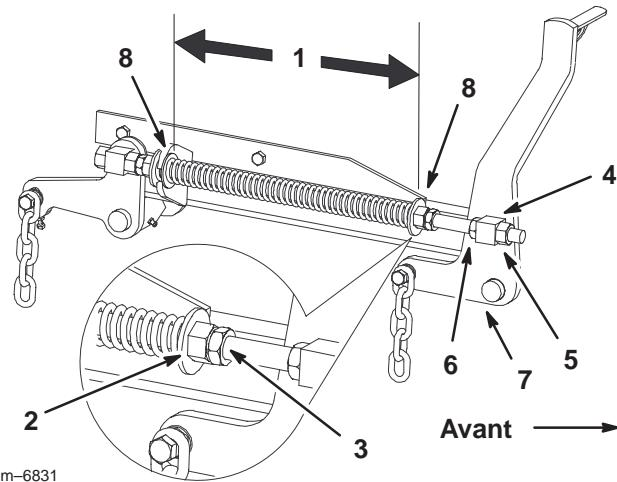

Figure 68
7. Desserrez d'environ 13 mm (1/2 pouce) les écrous de blocage à l'avant des pivots avant gauche et droit (Fig. 68).
8. Réglez les écrous de relevage sur les côtés gauche et droit de la machine de manière à **abaisser l'avant de 6 à 10 mm (1/4 à 3/8 pouce) au point A par rapport au point B à l'arrière** (Fig. 68).
- Vérifiez que les deux grandes rondelles sont espacées de 26,7 cm (10-1/2 pouces) (Fig. 68).
- Réglez cette distance en desserrant l'écrou de blocage du ressort et en tournant l'écrou devant chaque ressort (Fig. 68). Tournez l'écrou dans le sens horaire pour raccourcir le ressort et dans le sens inverse pour l'allonger.
- Bloquez l'écrou en position en serrant l'écrou de blocage du ressort (Fig. 68).